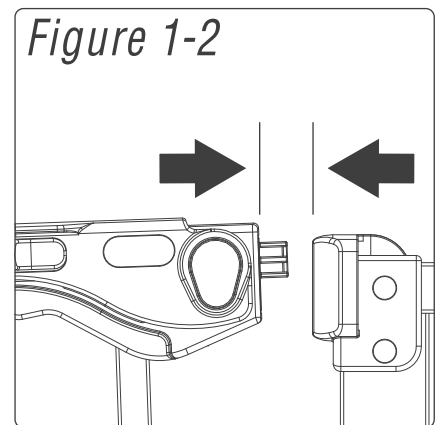

Figure 1-2
**NOTE:** Vous remarquerez peut-être un léger espace entre le loquet de porte et le cadre (Figure 1-2).